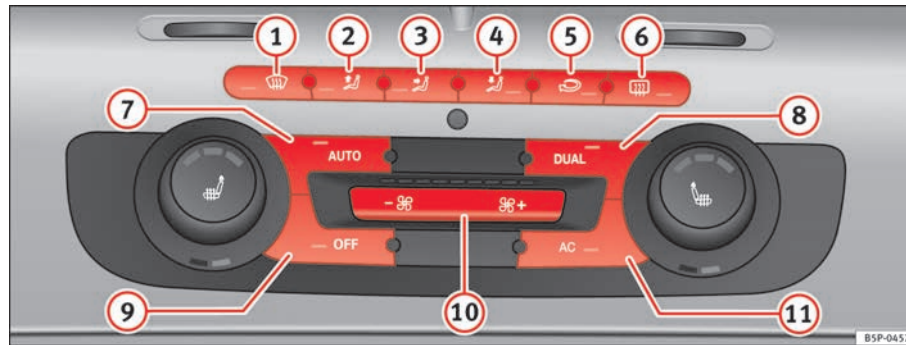

Abb. 114 Bedienelemente der 2C-Climatronic am Kombiinstrument.
- Zum Einschalten des manuellen Betriebs betätigen Sie eine der Tasten \Rightarrow Abb. 114 ① bis ⑤ oder aber die Gebläsetaste ⑩. Die jeweils eingestellte Funktion wird am Display des Radios bzw. des Navigationssystems angezeigt.
- Drücken Sie die Taste  ⇒ Seite 158, Abb. 114 , um den Umluftbetrieb ein- oder auszuschalten. Bei eingeschaltetem Umluftbetrieb erscheint am Display das Symbol .